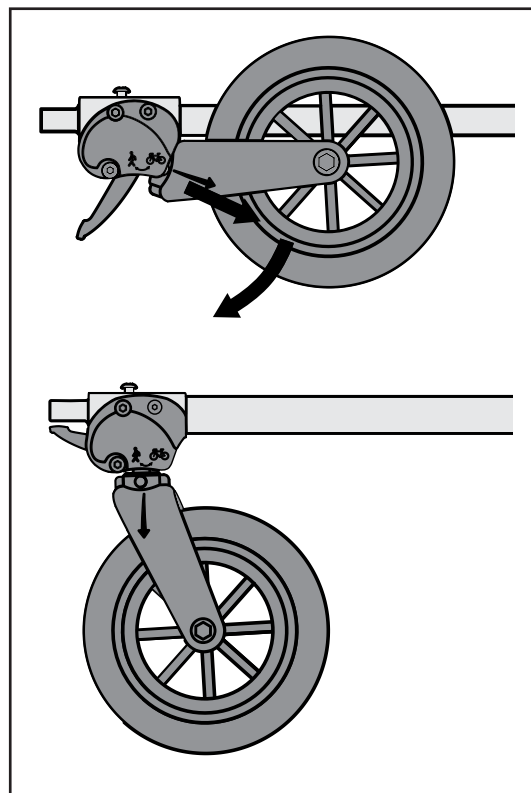

Figure 14
1. Tirez sur la fourche, comme sur la (Figure 14), et faites pivoter complètement la roue vers le bas. La fourche se soulève et se verrouille automatiquement.